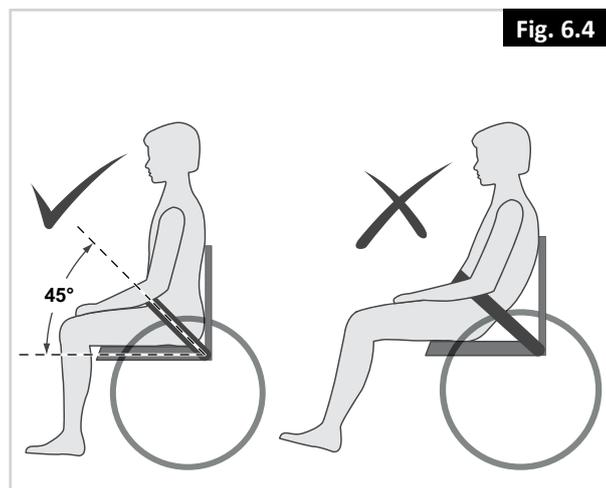

Fig. 6.4
- Normalmente la cintura pelvica deve essere fissata in modo che la cinghia si trovi ad un angolo di circa 45° (Fig. 6.4), e, quando regolata correttamente, non permetta all'utente di scivolare in avanti.